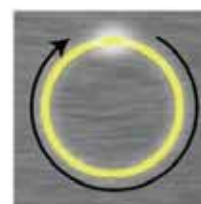

Figura 3
5. El anillo de la pantalla se iluminará de color amarillo y parpadeará. Consulte la figura 3.